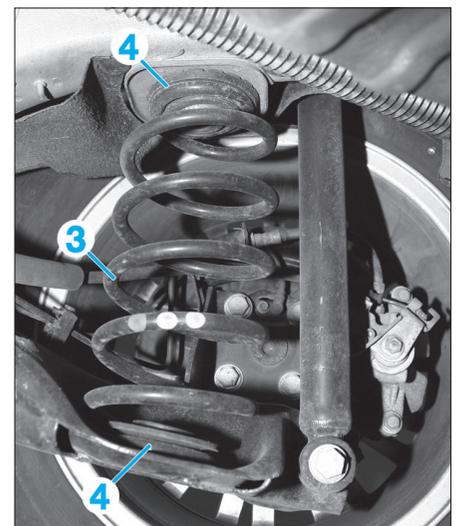

Fig. 27
- le ressort (3) du côté concernée (Fig.27),
- les butées élastiques (4) du ressort (3).